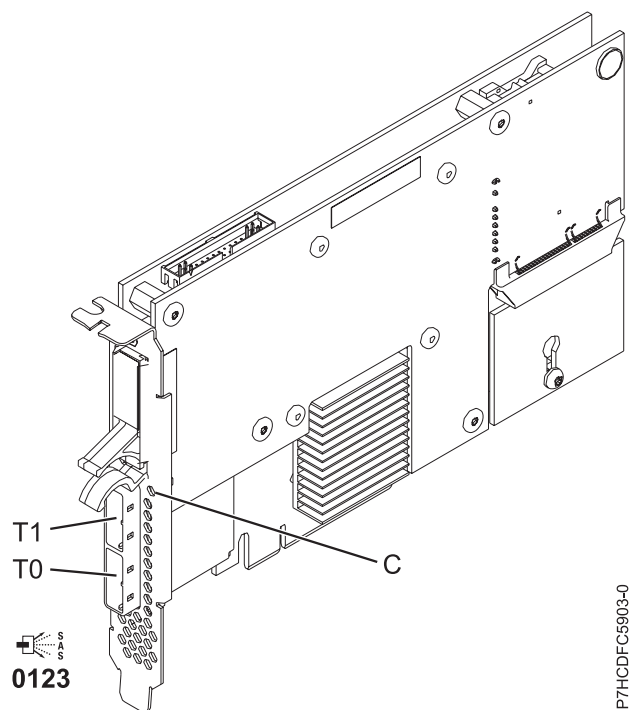

Figura 55. Adaptador SAS RAID PCIe Dual - x4 de 3 Gb
El dispositiu 5903 ó 5805 conté un LED ((C) a Figura 55) que parpelleja si hi ha dades de la memòria cau. El LED de dades de la memòria cau parpelleja quan és possible que hi hagi dades a la memòria cau de l'adaptador. Si el LED de dades de la memòria cau parpelleja, no substituïu el paquet de bateries de la memòria cau. Si se substitueix quan el LED parpelleja, es perdran les dades de la memòria cau. Consulteu Figura 55 per localitzar el LED de dades de la memòria cau en aquest adaptador.